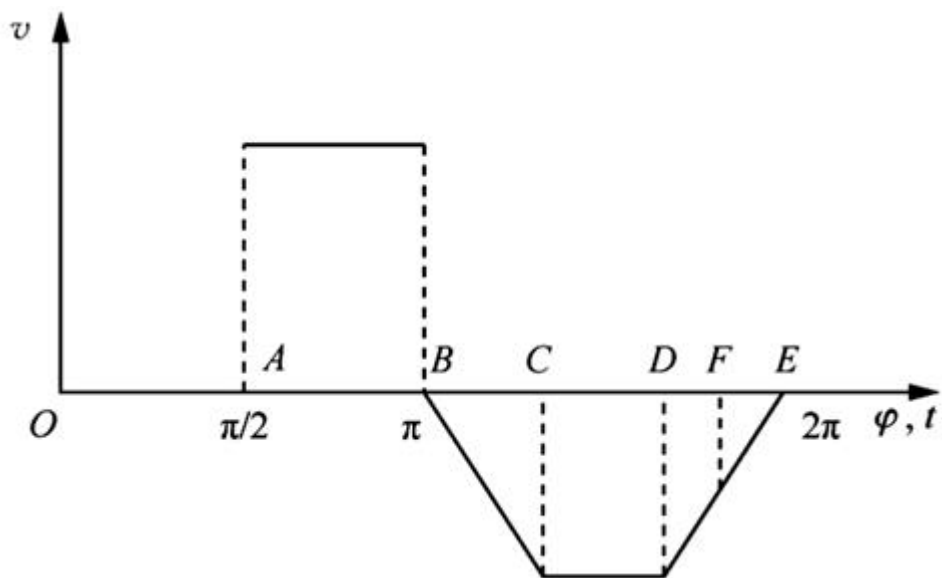

图3-2-8
3-4 图3-2-8所示为盘形凸轮机构直动从动件的速度线图。(1) 示意画出从动件的加速度线图；(2) 判断哪些位置有冲击存在，是柔性冲击还是刚性冲击？(3) 在图上的F位置时，从动件有无惯性力作用？有无冲击存在？